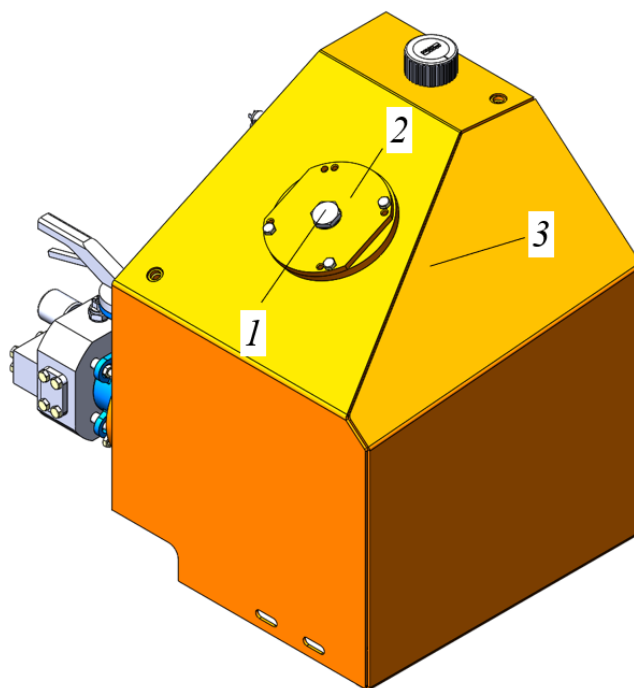

Рисунок 5.70. Гидравлический бак
- ▶ Отвернуть пробку 1 на крышке фильтра сливной линии 2, предварительно очистив рабочую зону и область рядом с крышкой от загрязнений рис. 5.70.
- ▶ Навернуть пробку 1 на крышке фильтра 2, рис. 5.70.